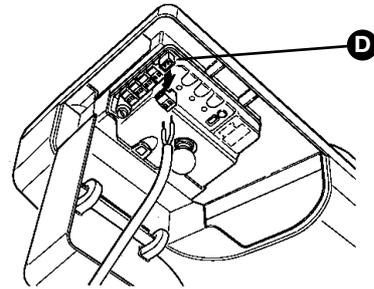

Figura 66
- Al fine di facilitare le operazioni è possibile rimuovere i morsetti [D] come visibile in figura 66; effettuare i collegamenti e poi inserirli nuovamente.